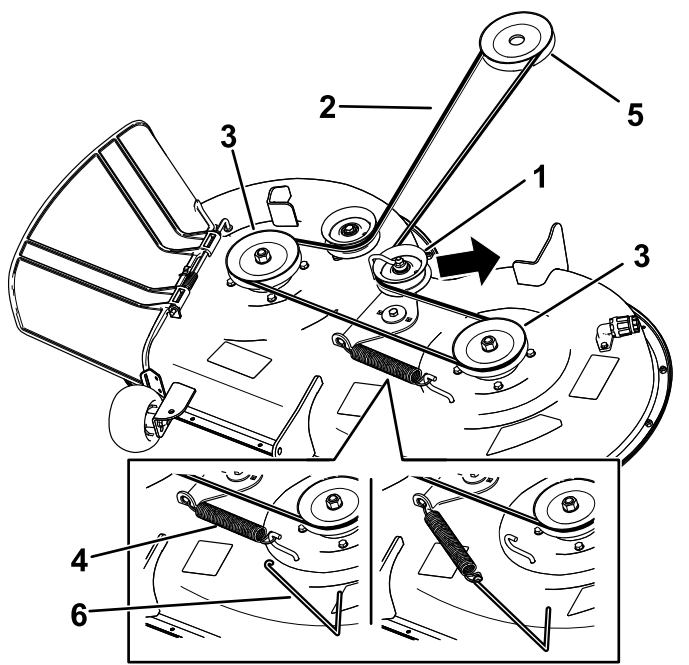

Bild 57
7. Entfernen Sie die Spannscheibenfeder mit einem Werkzeug zur Federentfernung (Toro Bestellnummer 92-5771) vom Mähwerkhebel, um die Spannung von der Spannscheibe zu nehmen, und rollen Sie den Riemen von den Spannscheiben (Bild 57).
8. Verlegen Sie den neuen Riemen um die Motor- und Mähwerkriemenscheiben (Bild 57).
9. Setzen Sie die Spannscheibenfeder mit einem Werkzeug zur Federentfernung (Toro Bestellnummer 92-5771) auf den Mähwerkhebel, um die Spannscheibe und den Mähwerkriemen zu spannen (Bild 57).